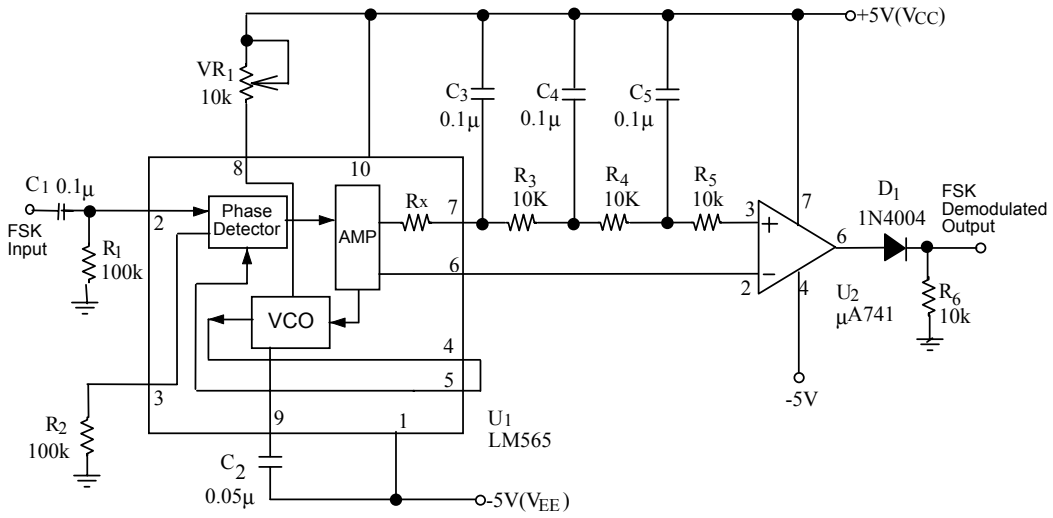

Fig. 14-2 FSK demodülatörü.
Bu deneyde, Fig. 14-2'de gösterildiği gibi bir FSK demodülatörünü gerçekleştirmek için LM565 PLL yapısını kullanmaktayız. LM565 PLL, faz detektörü, VCO ve 500kHz'in altında çalışan bir kuvvetlendirici içermektedir. Faz detektörü, çift dengeli modülatör olarak çalışmaktadır. VCO, bir integrator-Schmitt devresidir. +5V ve -5V beslemeler sırası ile  $V_{CC}$  (pin 10) ve  $V_{EE}$  (pin 1)'ye uygulanır. FSK işareti, faz detektörünün girişine uygulanır. Deneyimizde frekans çarpıcı gereksiz olduğundan dolayı, 4. ve 5. pinler birbirine bağlanır. Referans çıkışı (pin 6), U2 karşılaştırıcısına referans gerilimi sağlar.
Girişte işaret olmadığı zaman, VCO'nun çıkış frekansına serbest çalışma frekansı  $f_o$  adı verilir. Fig. 14-2 devresinde, LM565'in serbest çalışma frekansı  $V_{R1}$  ve  $C_2$  zamanlama elemanları ile belirlenir ve aşağıdaki gibi bulunur;
1. Fig. 14-2'deki LM565 devresinde bulunan VCO'nun serbest çalışma frekansını hangi elemanlar belirlemektedir.
2. Fig. 14-2'deki  $\mu$ A741'in kullanım amacı nedir?